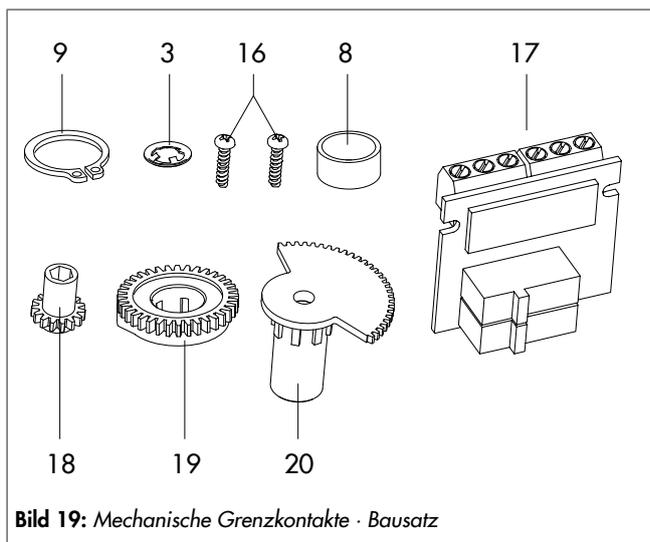

Bild 19: Mechanische Grenzkontakte - Bausatz
- Mechanische Grenzkontakte (vgl. Bild 19).